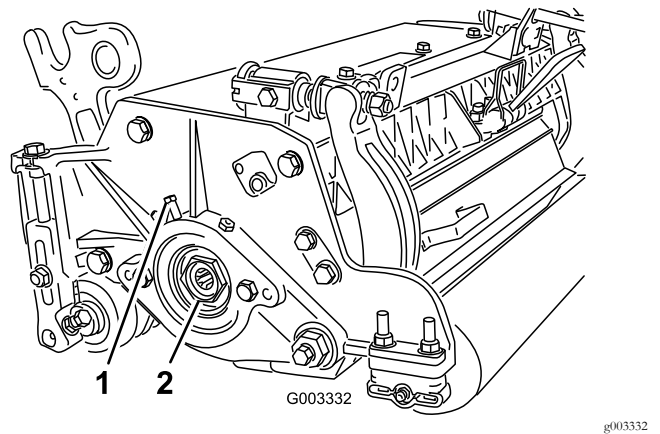

图28
- A. 松开将轴承调节螺母固定至滚刀组左侧轴承座上的外部固定螺丝 图28。